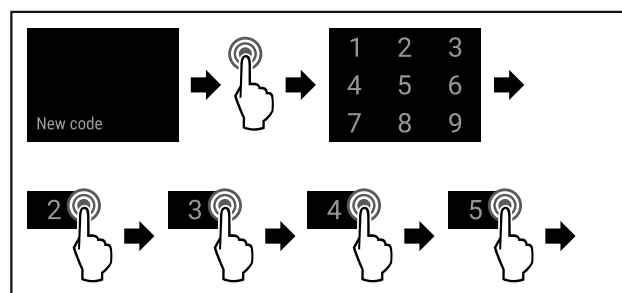

Fig. 82
- ▶ Wykonać czynności (patrz Fig. 82).